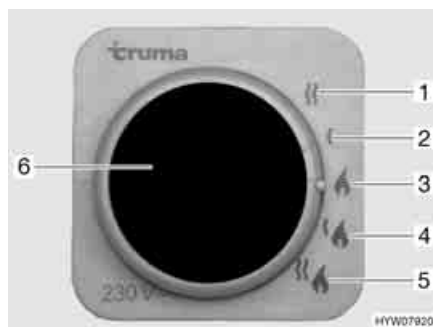

Fig. 166 Selettore di energia per riscaldamento/boiler
- Funzionamento a gas (Fig. 166,3)
- Funzionamento elettrico a 230 V con gradi di potenza da 900 W (Fig. 166,2) oppure 1800 W (Fig. 166,1)
- Funzionamento a gas e funzionamento elettrico a 230 V (funzionamento misto) con gradi di potenza da 900 W (Fig. 166,4) oppure 1800 W (Fig. 166,5)
Se viene selezionato il funzionamento elettrico a 230 V, la spia gialla di controllo si accende (Fig. 166,6).